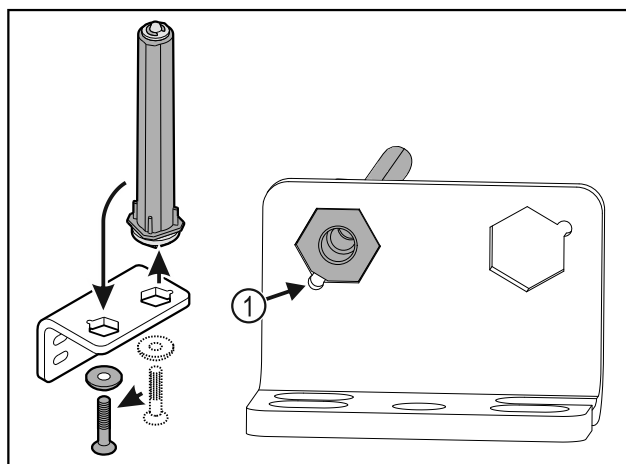

Fig. 40
- ▶ Pass på at den skrå kanten på bolten Fig. 40 (1) peker mot det runde hullet under innsettingen.